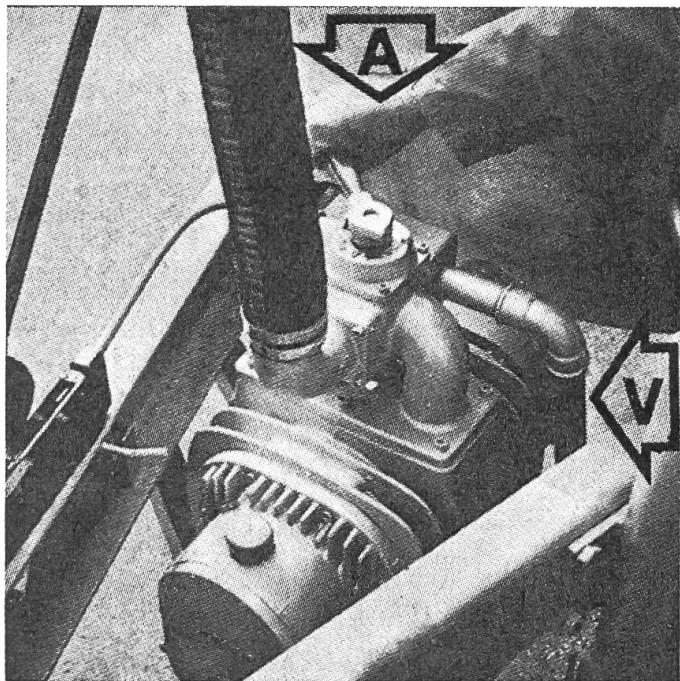

Abb. 1
1. Schieber auf der Pumpe in Druckstellung bringen (Abb. 1, A). **Ansaugstutzen aber unbedingt öffnen**, damit im Fass kein Druck aufgebaut wird.
2. Kräftigen Schlauch mit min. 1 Zoll Ø (am besten gleicher Ø wie Vakuumleitung) über Lufteintritt-/austritt-Oeffnung schieben und fixieren (Abb. 1, V).